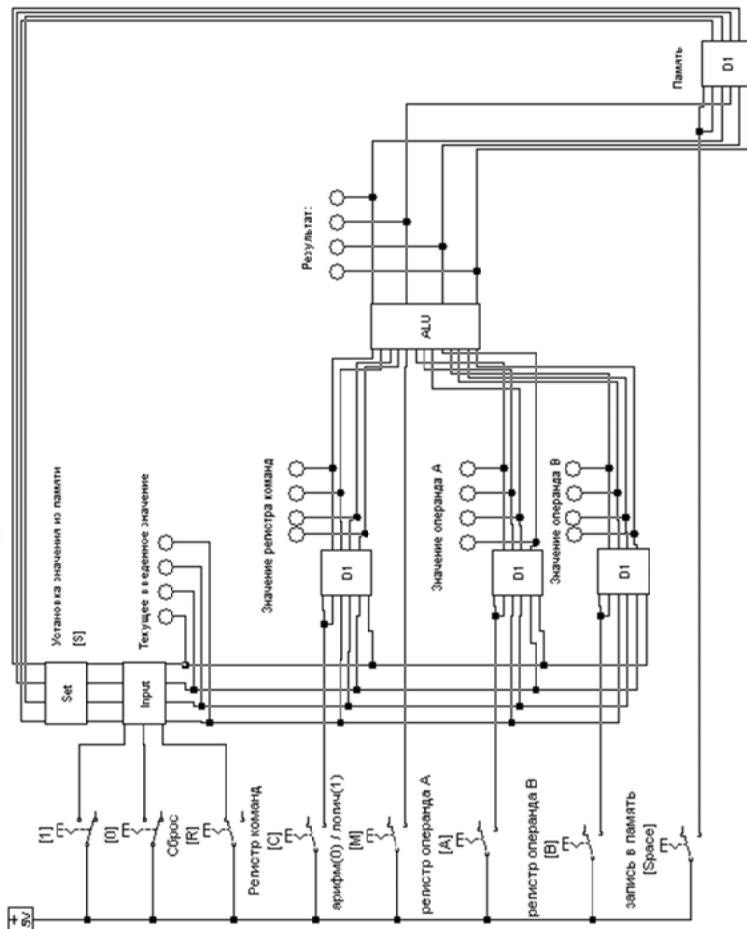

Рис. 13.19. Модель ЭВМ (файл **ibm.ewb**)
7. Изучить модель ЭВМ (файл **ibm.ewb**, рис. 13.19), организацию записи операндов, выбор логической или арифметической операций, получение результата в АЛУ и его запись в память.